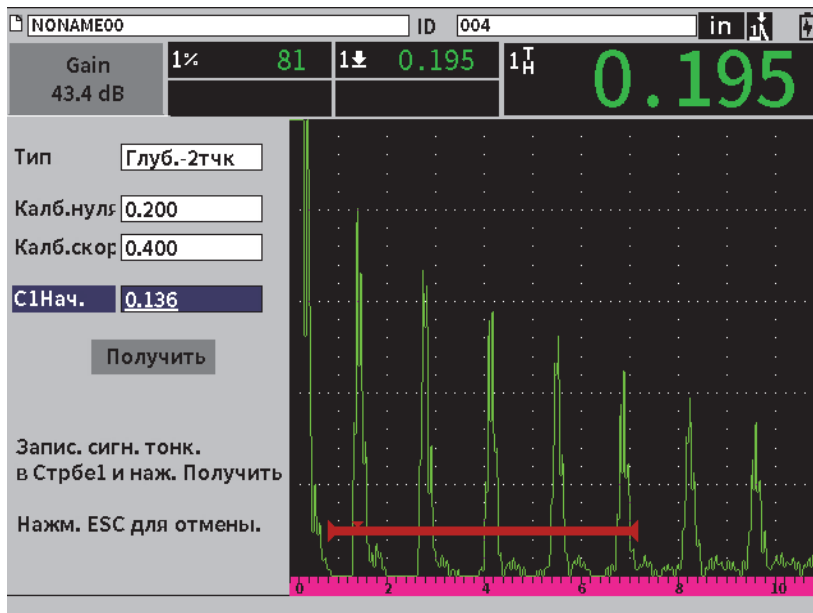

Рис. 8-5 Калибровка — Готов к получению эхо-сигнала от тонкого образца
9. Нажмите клавишу Tab, чтобы выделить кнопку **Получить**, затем нажмите Enter для регистрации эхо-сигнала от тонкого образца (см. Рис. 8-5 на стр 119).